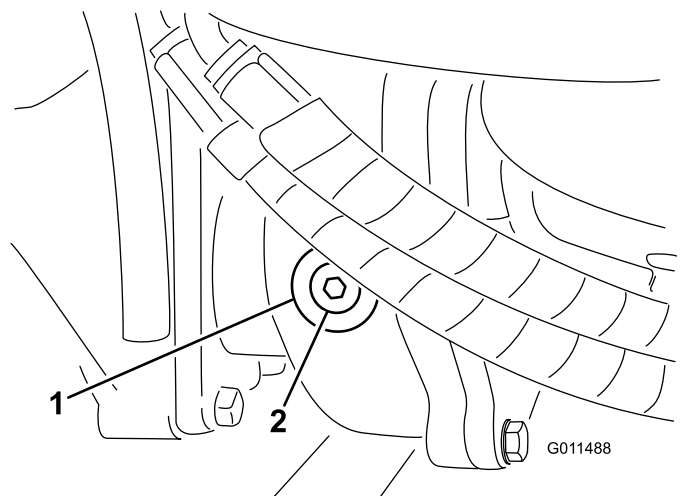

Bild 107
2. Entfernen Sie die Prüf-/Füllschraube an der linken Getriebeseite und stellen sicher, dass das Öl die Unterseite des Lochs erreicht (Bild 107).